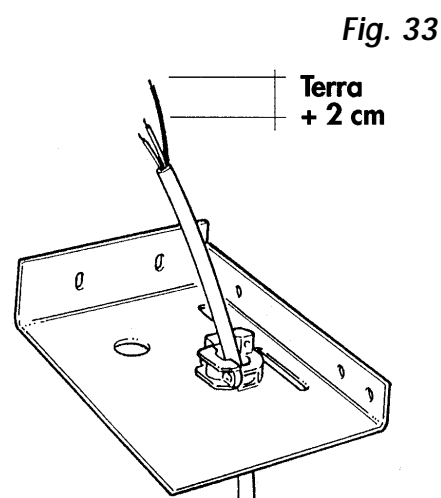

Fig. 33
11.3 Sguainare il conduttore di terra ad una lunghezza di almeno 2 cm maggiore degli altri due, di modo che in caso di incidenti, il cavetto di terra sia l'ultimo a staccarsi dalla morsettiera, garantendo la continuità di terra (**Fig. 33**).